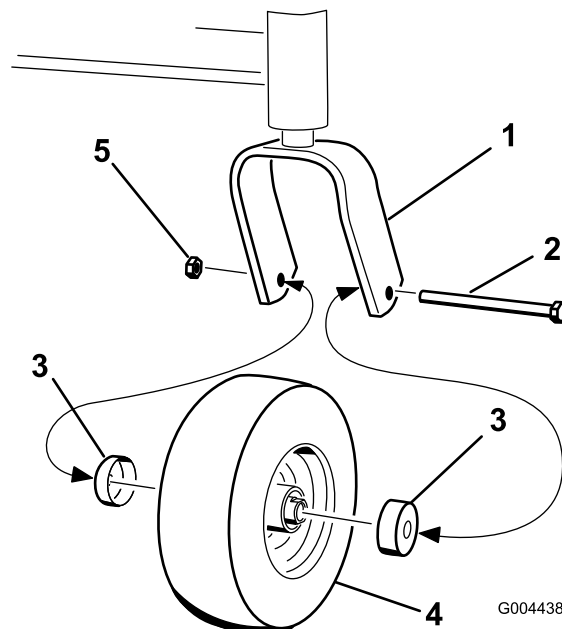

Figura 26
4. Retire la tuerca y el perno que sujetan la rueda giratoria a la horquilla delantera (Figura 26).
5. Retire el retén del cubo de la rueda (Figura 26).
17. Instale los retenes sobre los cubos de la rueda e introduzca la rueda en la horquilla (Figura 26).
18. Instale el perno de la rueda y apriete la tuerca (Figura 26).